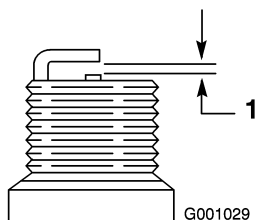

Figure 54
4. Réglez l'écartement des électrodes à 0,76 mm (0,030 pouce) (Figure 54).